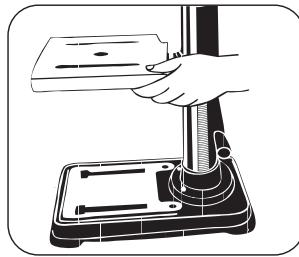

FIGURA 8.4
- Aperte a braçadeira com a Alavanca da Mesa Móvel (Figura 8.4).